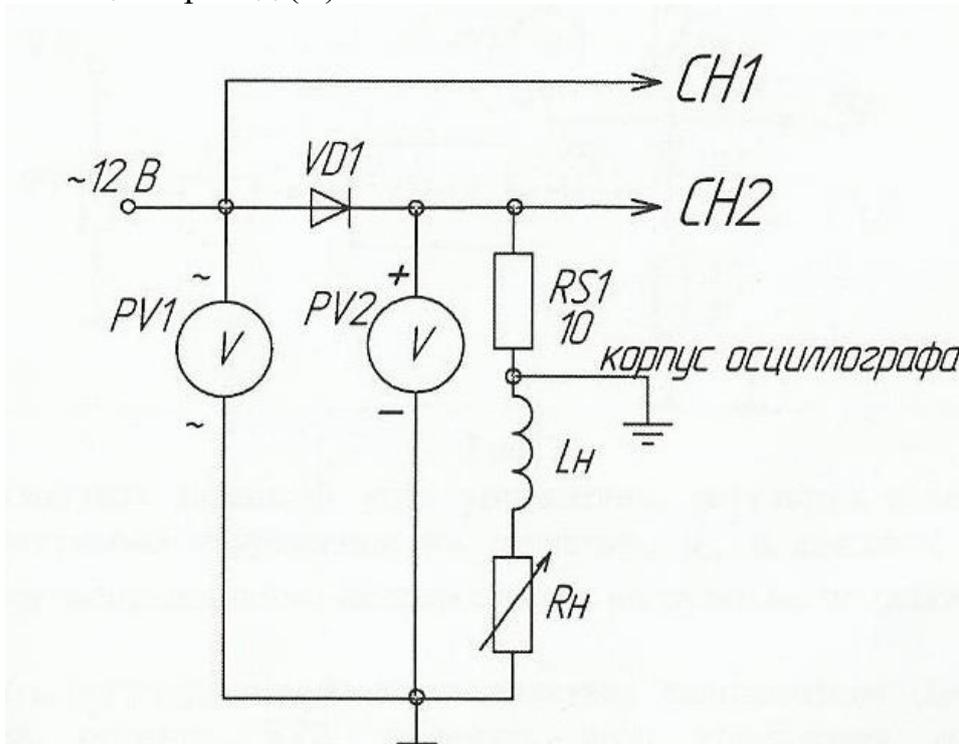

Рис. 3
Исследование выпрямительного диода выполняется на переменном токе в соответствии с принципиальной схемой рис.3. Вход Y(CH2) осциллографа
7. Какие погрешности можно ожидать при осциллографировании по схеме рис.3?
Е) включить дроссель последовательно с нагрузкой (рис.3). снять осциллограммы напряжения на диоде  $u_a$  и анодного тока  $i_a$ , снять осциллограмму напряжения на нагрузке  $u_d$ , переключив корпус осциллографа на общий провод ( $\perp$ ).